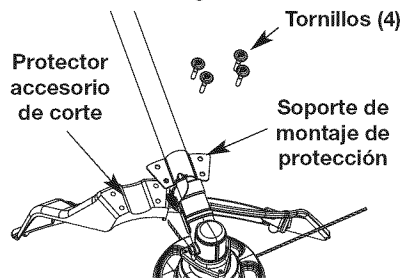

Fig. 5
- Coloque el protector del cabezal de corte en el soporte de montaje de protección, asegurándose de alinear los orificios en el protector con los del soporte de montaje de protección. (Fig. 5)
- Utilizando un destornillador de cabeza plana o T-20, apriete los tornillos hasta que el protector quede firme en su lugar. (Fig. 5)